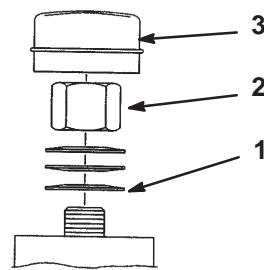

Figura 52
**Importante** Asegúrese de que las arandelas de muelle están correctamente instaladas, según muestra la Figura 52.